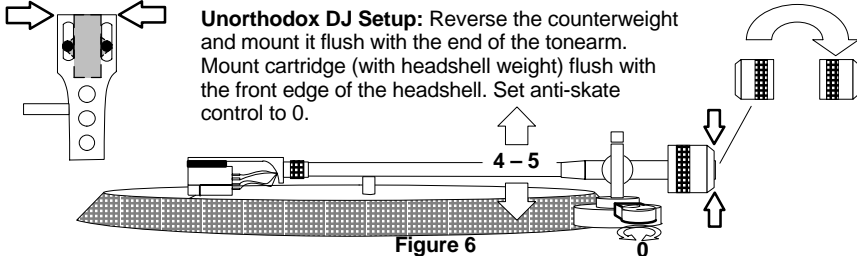

Figure 6
•**Unkonventionelle DJ-Einrichtung (Abbildung 6):** Das Gegengewicht umdrehen und bündig mit dem Ende des Tonarms anbringen. Den Tonabnehmer (mit dem Tonarmkopf) bündig mit der Vorderkante des Tonarmkopfs anbringen. Den Antiskating-Wert auf 0 einstellen.